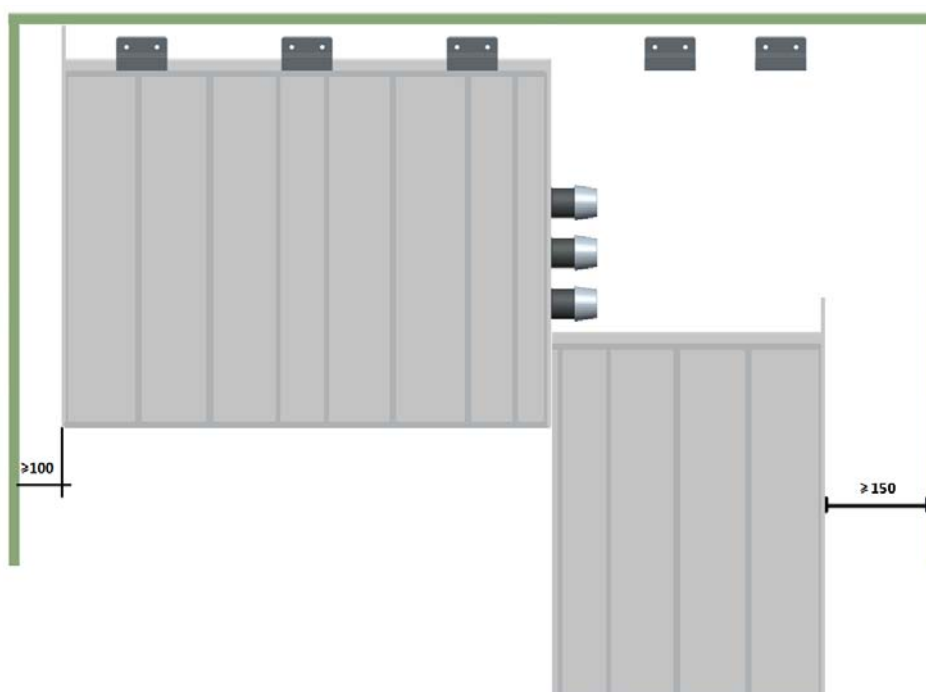

Figure 1: Espace latéral minimum requis
- Assurez-vous qu'il existe un espace suffisant entre l'unité et le mur latéral. Un espace représentant la largeur de l'unité à ajouter + 150 mm est nécessaire, toutefois, un espace de 500 mm pour l'assemblage est souhaitable (voir fig. 1)